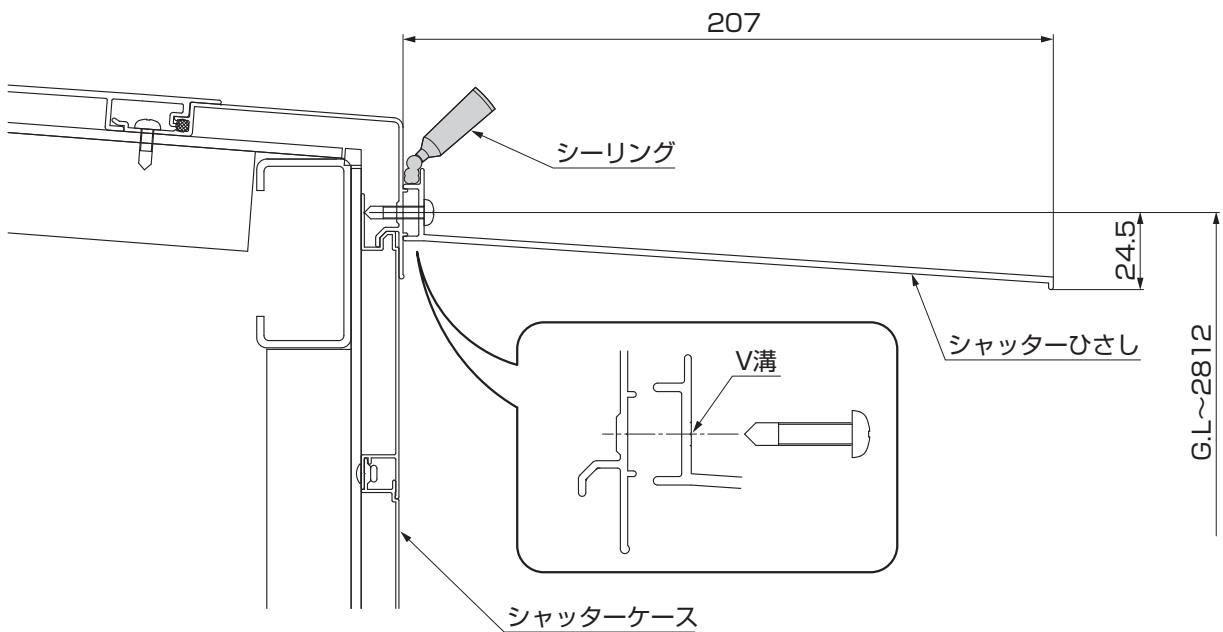

図3-2 ワイドシャッターC・Fタイプ
- ④シャッターひさし上部に通しでシーリング材を充てんしてください。（図3-2参照）